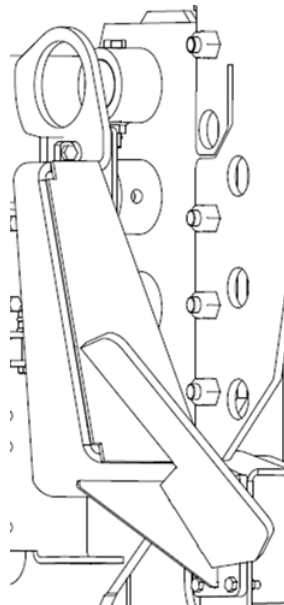

Figure 12 — Came de la valve déviatrice
1. Retirez la came de la valve déviatrice (voir la Figure 12).